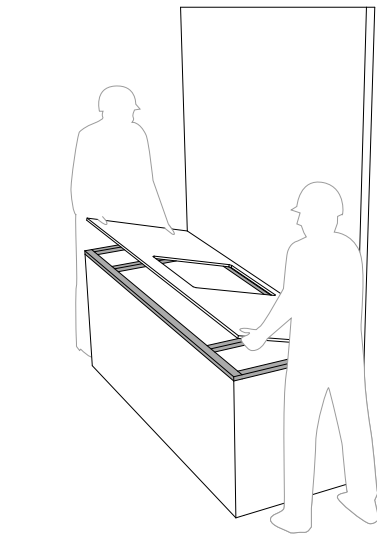
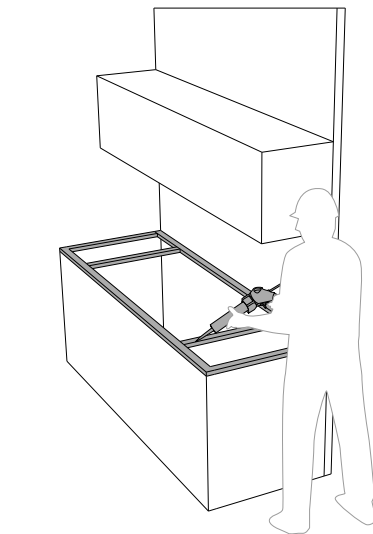

fig. 3
fig. 4
- Per completare il taglio ed evitare la rottura della lastra, si consiglia l'utilizzo di apposite pinze troncatrici (fig. 3);
- È possibile effettuare il taglio delle lastre ad acqua con disco diamantato (fig. 4);
- **12 mm e 20 mm:** è possibile utilizzare una struttura a doghe con traversi uniformemente distribuiti su tutto il perimetro (fig. 3). Nell'eventualità in cui il countertop preveda uno o più fori, è doveroso conferire ulteriori rinforzi alle parti maggiormente sollecitate (fig. 4);
- Posare il countertop facendolo scivolare orizzontalmente (fig. 3).
- Posare il countertop facendolo scivolare dall'esterno verso l'interno (fig. 3).